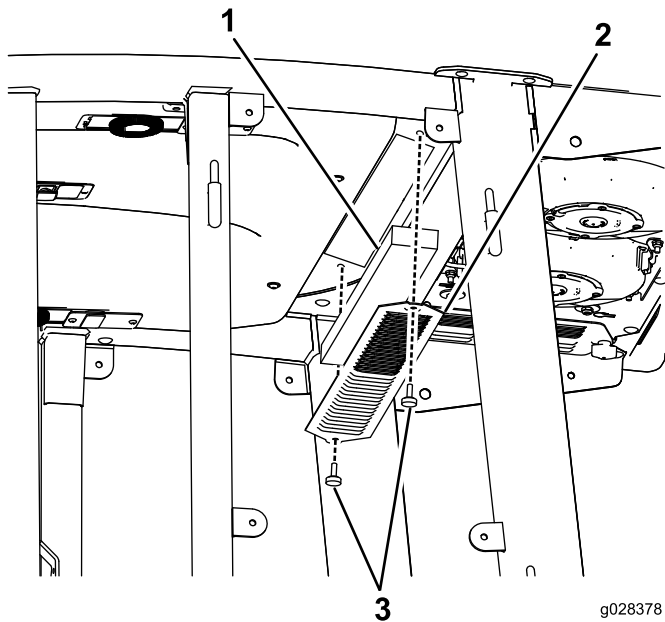
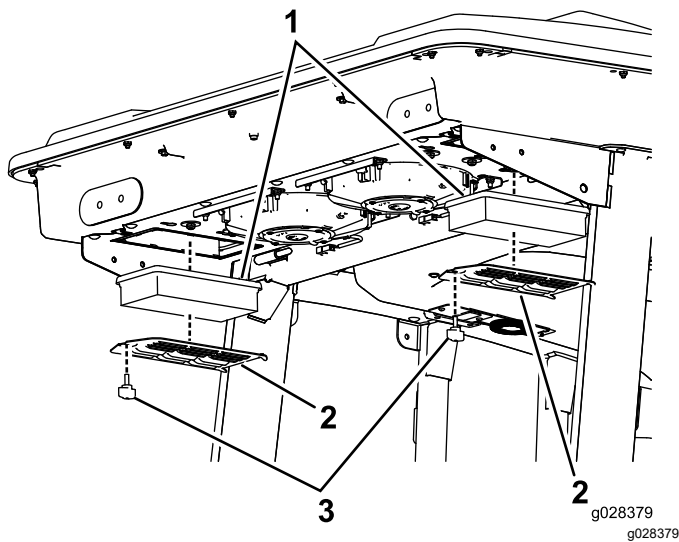
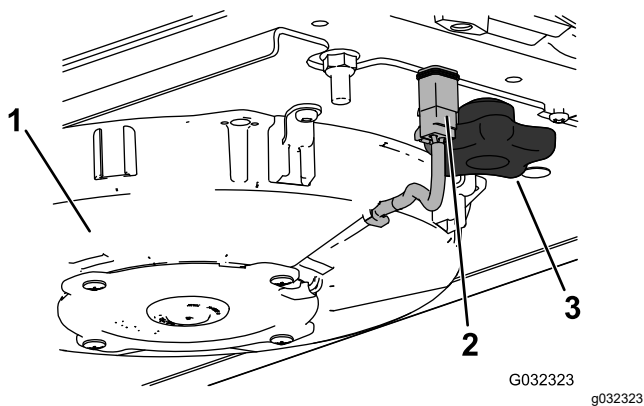
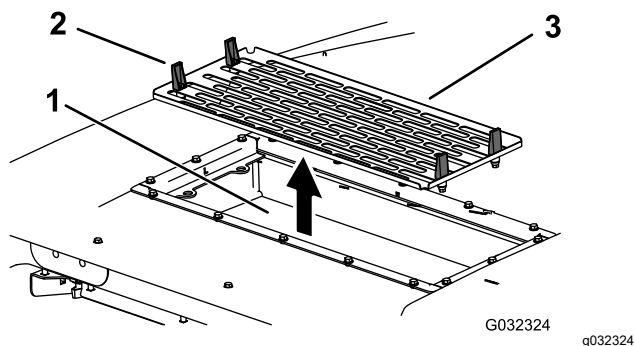

Figura 148
Figura 149
Figura 151
Figura 152
1. Retire los tornillos y las rejillas que cubren el filtro interior y el trasero de la cabina (Figura 148 y Figura 149).
4. Retire los filtros de aire (consulte Figura 149).
6. Instale los filtros de aire, la rejilla y el conjunto del ventilador (Figura 149, Figura 151 y Figura 152).
7. Conecte el cable de cada ventilador (Figura 151).